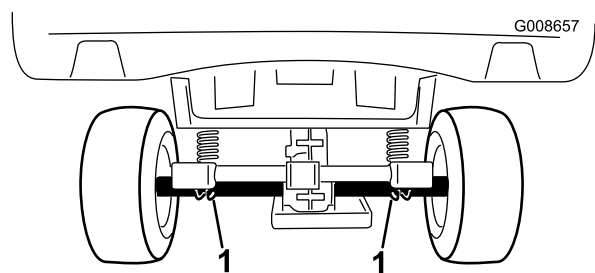

Рисунок 21
- Точка подъема в задней части автомобиля находится под трубами моста (Рисунок 21).